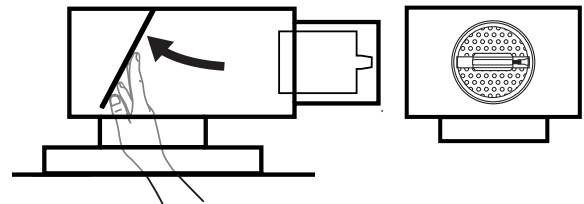

Bild 2. Fördelningsplåten fälls åt sidan vid rengöring.
- 3) Lossa trycklådans fördelningsplåt genom att vrida låsmekanismen på varje sida av plåten och därefter fälla den åt sidan, bort från spjällinsatsen, se bild 2.